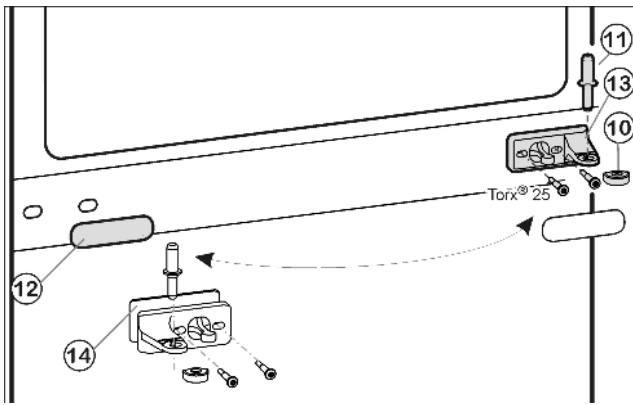
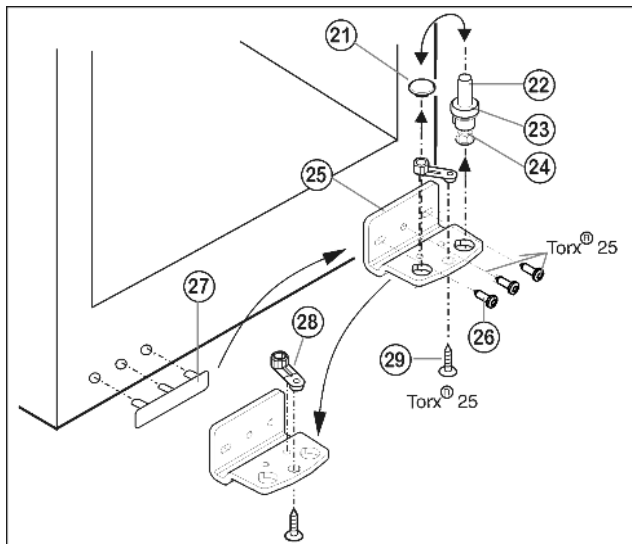

Fig. 5
Fig. 6
- ▶ Middelste lagerbout Fig. 5 (11) uit de lagerbus en de onderste deur uittrekken.
- ▶ Kunststof kapje Fig. 5 (10) afnemen.
- ▶ Middelste lagerbus Fig. 5 (13) losschroeven (2 maal Torx® 25).
- ▶ Afdekplaat Fig. 5 (12) voorzichtig afhalen.
- ▶ Middelste lagerbus met Fig. 5 (14) onderlegschijsje Fig. 5 (13) 180° gedraaid aan de nieuwe scharnierkant **goed (met 4 Nm)** vastschroeven.
- ▶ Afdekplaat Fig. 5 (12) 180° gedraaid aan de nieuwe greepzijde weer vastklikken.
- ▶ Lagerbout Fig. 6 (22) compleet met schijfje Fig. 6 (23) en stelpootje Fig. 6 (24) naar boven eruit trekken.
- ▶ Stop Fig. 6 (21) eraf halen.
- ▶ Lagerbus Fig. 6 (25) losschroeven Fig. 6 (26).
- ▶ Lagerdeel Fig. 6 (28) losschroeven Fig. 6 (29) en in het tegenoverliggende opnamegat van de lagerbus omzetten en weer vastschroeven.
- ▶ Afdekking aan de greepzijde Fig. 6 (27) voorzichtig optillen en op de tegenoverliggende zijde plaatsen.
- ▶ Lagerbus Fig. 6 (25) aan de nieuwe scharnierzijde evt. met behulp van een accuschroevendraaier weer **goed (met 4 Nm)** vastschroeven.
- ▶ Stop Fig. 6 (21) weer in het andere gat aanbrengen.
- ▶ Lagerbout Fig. 6 (22) compleet met schijfje en stelpootje weer aanbrengen. Er daarbij erop letten, dat de sluitnok naar achter wijst.
- ▶ Plaats de onderste deur van boven op de onderste lagerbout Fig. 6 (22).
- ▶ Het kunststof kapje Fig. 5 (10) weer op de middelste lagerbus Fig. 5 (13) zetten.
- ▶ Middelste lagerbout Fig. 5 (11) op de nieuwe scharnierzijde in de onderste deur plaatsen door de middelste lagerbus Fig. 5 (13).
- ▶ Bovenste deur op de middelste lagerbout Fig. 5 (11) zetten.
- ▶ De deuren eventueel via de beide langgaten in de onderste lagerbus Fig. 6 (25) en middelste lagerbus Fig. 5 (13) ten opzichte van de kast uitlijnen. Eerst de middelste schroef in de onderste lagerbus Fig. 6 (25) uitdraaien.